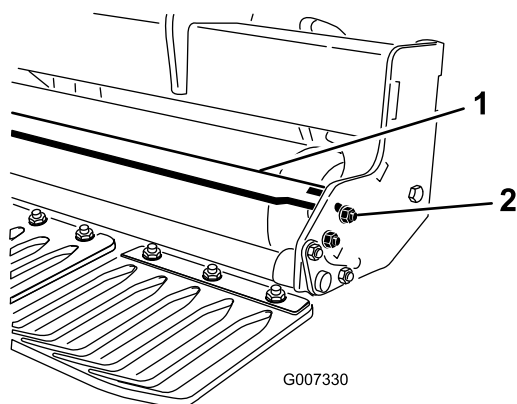

図 13
1. スクレーパの各端部をローラ・スクレーパ・タブに固定しているナットをゆるめる (図 13)。